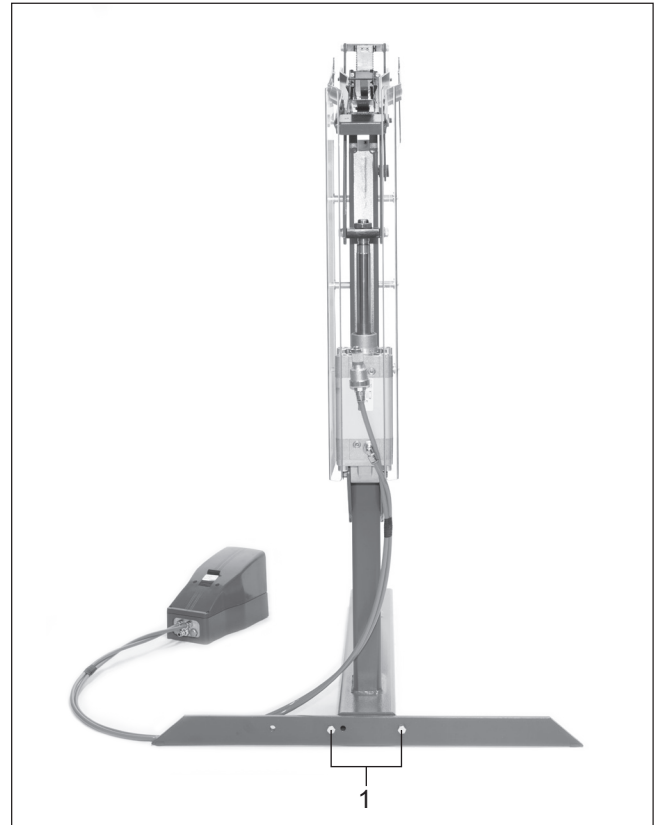

Fig. 3
2. Hinteren Fuss mit den zwei mitgelieferten Schrauben befestigen siehe Fig. 3/1.